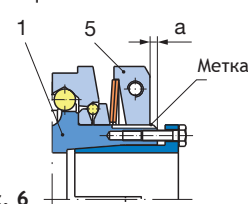

Рис. 6
□ EAS®-compact® разъединяющая муфта (Размеры 01 - 3): Величина „а“ - это расстояние от торца регулировочной гайки (5) до края втулки (1) (Рис. 6).